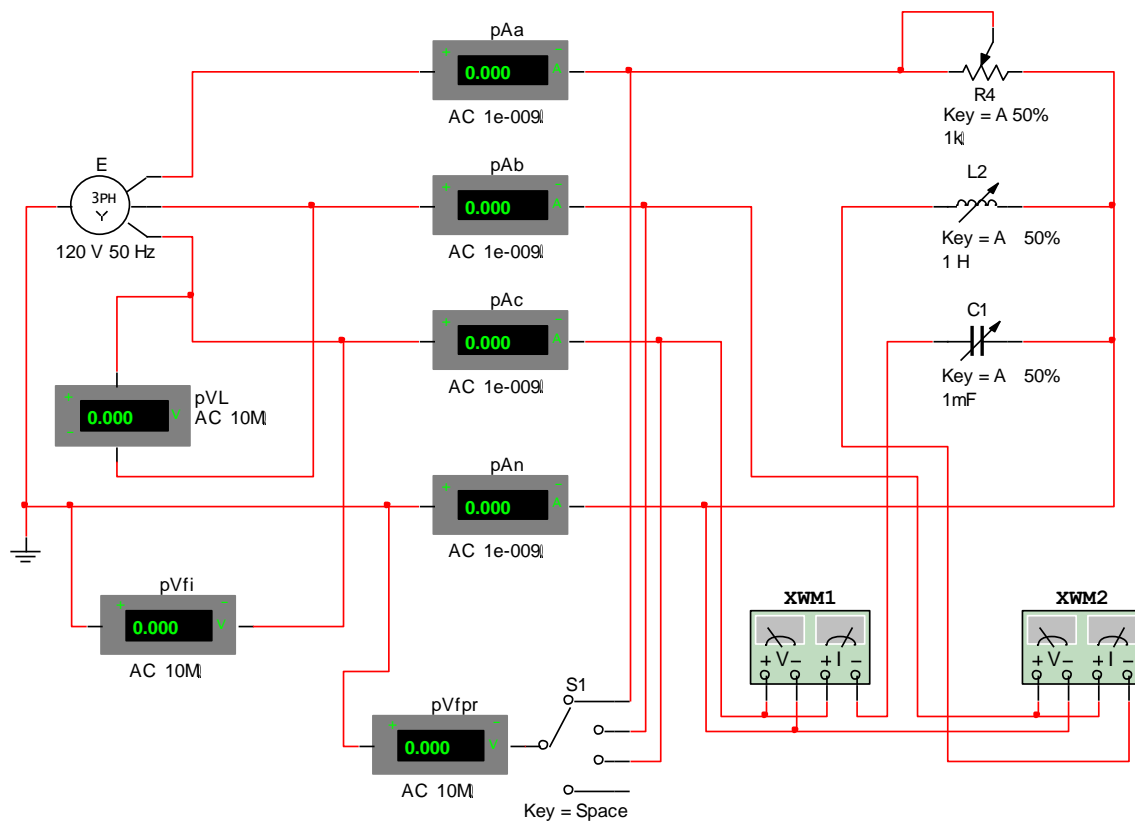

Рис. 3.9
6. Откройте файл 10.5 и включите цепь по схеме рис. 3.9.